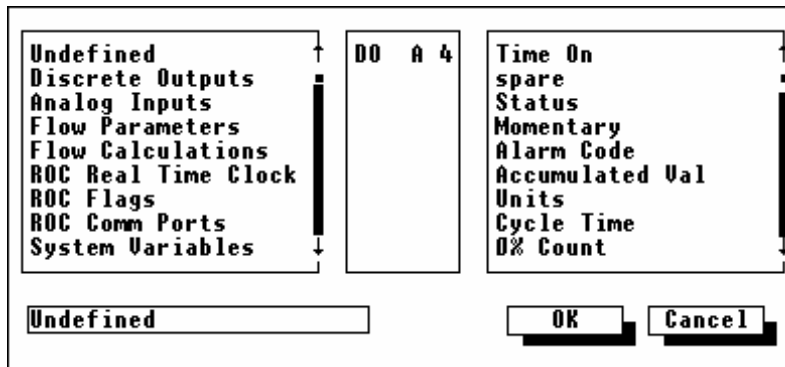

Figura 3-51, arquivo variável.
**Valor a Arquivar** – ative o botão associado para especificar o tipo de ponto e parâmetro a ser arquivado. Observe a figura 3-51.